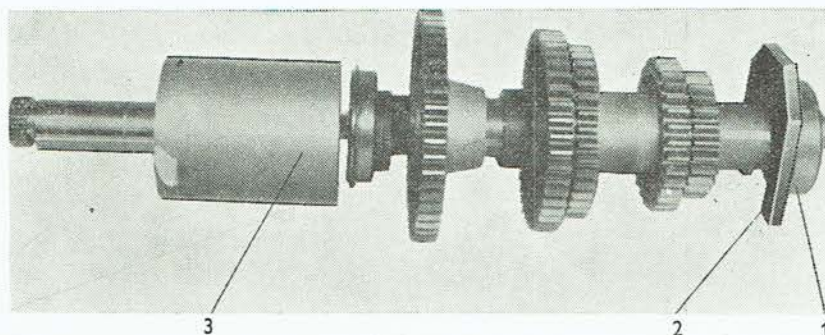
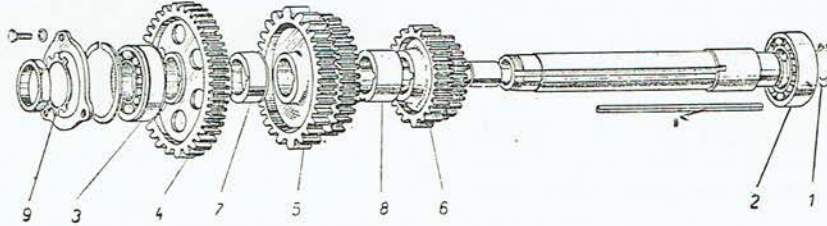

Abb. 129
Abb. 130
4. Zwischen das Lager 6210 (6208, 6310 - Abb. 129/1) und die dritte Innenwand des Getriebegehäuses ist eine Abstützunterlagscheibe (Abb. 129/2) einzulegen.
5. Der Sicherungsring (Abb. 130/1), der das Lager 6210 (6208, 6310) sichert, ist abzunehmen. Die Abziehschraube der Spezialvorrichtung ist von der Rückseite des Getriebegehäuses auf die Vorgelegewelle aufzusetzen. Nachdem die Abziehschraube durch die Vorgelegewelle durchgezogen wurde, ist auf die Abziehschraube das Distanzrohr aufzuschieben (Abb. 129/3), das sich gegen die Vorderwand des Getriebegehäuses abstützt. Durch Festziehen der Mutter der Abziehschraube wird das
rückwärtige Lager der Vorgelegewelle 6210 (6208, 6310 — Abb. 130/2) herausgedrückt.
(Der richtige Zusammenbau der kompletten Demontage-Vorrichtung ist aus der Abbildung 129 zu ersehen.)
Falls es notwendig ist, das Lager 6209 N (6208 N, 6211 N — Abb. 130/3) auszutauschen, ist dieses aus der zweiten Innenwand des Getriebegehäuses herauszustossen.
1. Die einzelnen Zahnräder (Abb. 130/4, 5, 6) und Distanzringe (Abb. 130/7, 8) sind in umgekehrter Reihenfolge, in der sie herausgepresst wurden, auf die Vorgelegewelle aufzupressen. Steht keine Presse zur Verfügung, sind die Räder mit Hilfe eines Aufschlägers aufzupressen.
2. Das Lager 6210 (6208, 6310 — Abb. 130/2) ist leicht in die Wand des Getriebegehäuses einzu-
schlagen. Das Lager 6209 N (6308 N, 6211 N — Abb. 130/3) ist bis an den Stützring einzuschlagen und durch Befestigung des unteren Deckels zu sichern.
3. Die zusammengebaute Vorgelegewelle ist in das Getriebegehäuse einzulegen und in das Lager 6209 N (6208 N, 6211 N) einzusetzen. Mit leichtem Klopfen ist die Vorgelegewelle samt Lager 6210 (6208, 6310) in das Lager 6209 N (6208 N, 6211 N) einzuschlagen. Das Lager 6210 (6208, 6310) ist mit einem Sicherungsring (Abb. 130/1) zu sichern und die Mutter KM 9 (beim Schlepper Zetor 4511 KM 11) aufzusetzen. Die Mutter ist festzuziehen und zu sichern. Die Vorgelegewelle muss sich leicht drehen.